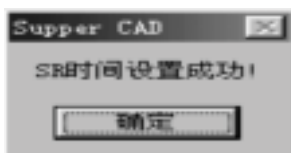

图 4.22 时间设置成功
d. 在此对话框中显示计算机的系统时间您只要点击“写进SR”按钮弹出如图 4.22 所示的提示，即更新 SR 的时间成功了。